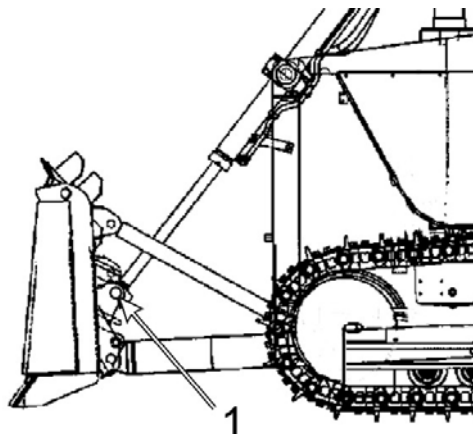

Рис. 5.35. Бульдозерное оборудование D-2
3. Вынуть шкворни крепления штоков гидроцилиндров подъема отвала из кронштейнов (1, Рис. 5.35.), находящихся с тыльной стороны отвала. Втянуть штоки внутрь корпусов гидроцилиндров и закрепить штоки в корпусах в таком положении. С помощью транспортных подвесок прикрепить гидроцилиндры подъема отвала к машине для того, чтобы не допустить их повреждения.